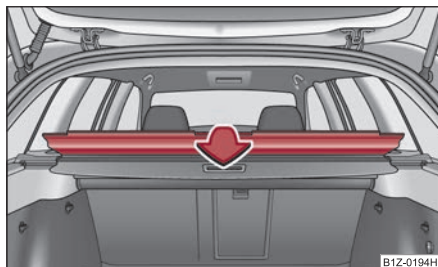

Fig. 102 Rabatarea capacului compartimentului de depozitare
- Rabatați capacul în spatele scaunelor din spate ⇒ pagina 89, fig. 102.